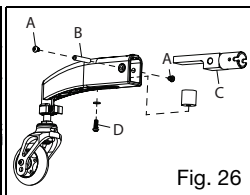

Fig. 26
2. Fjern 6 mm skruen fra den ene side af den dynamiske 5. hjuls arm (fig. 26:A) med to 4 mm umbrakonøgler.
3. Skub gevindtønden ud af armlæns-samlingen (fig. 26:B) med en umbrakonøgle.
4. Skub den rørformet modtager (fig. 26:C) ud af samlingen.
5. Fjern den 6 mm skrue der findes på undersiden af samlingen. Dette vil udløse elastomeren (fig. 26:D). Fjern elastomeren og sæt den til side.
7. Skru 6 mm skruen og spændskiven (fig. 26:D) gennem hullet og ind i gevindet i elastomeren.
8. Stram 6 mm skruen igen (fig. 26:D). Stram ikke for meget.
9. Genindsæt den rørformet modtager (fig. 26:C) ind i armen. Kontrollér at den flade arm på røret er placeret over elastomeren.
10. Tilpas hullerne på armen over den rørformet indsats for at isætte gevindtønden (fig. 26:B) og 6 mm skruen (fig. 26:A).
11. Stram 6 mm skrueerne (fig. 26:A) med to 4 mm umbrakonøgler.